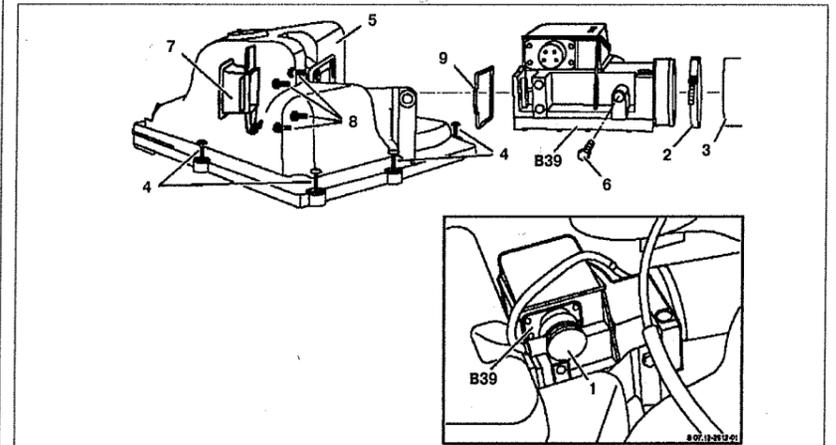

Рис. 4.57. Расходомер воздуха:
1. Отсоедините разъем проводки 1 от расходомера воздуха В39 (см.рис.4.57).